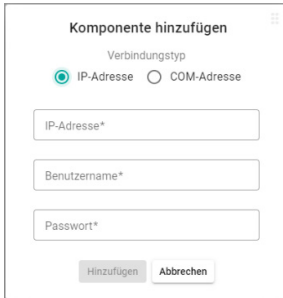

Abb. 5-2: Fenster *Komponente hinzufügen*
- Fenster *Komponente hinzufügen* wird geöffnet (→ Abb. 5-2).